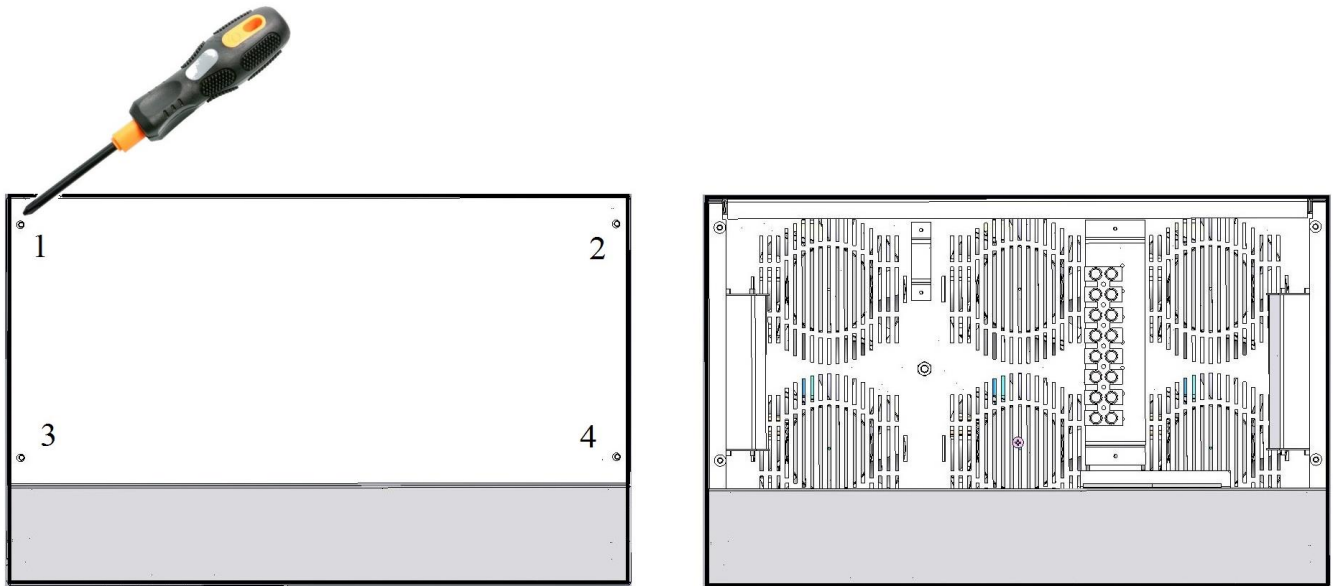
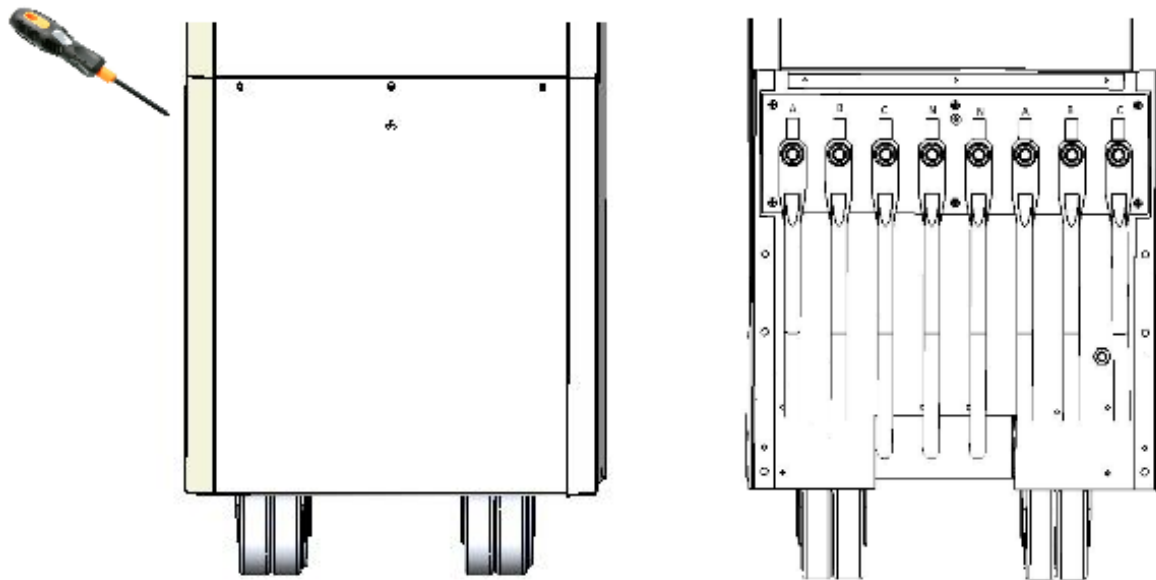

Рисунок 11. Схема зняття захисної кришки зверху корпусу стабілізатора
Рисунок 12. Схема зняття захисної кришки зверху корпусу стабілізатора
2. За допомогою викрутки відкрити гвинти захисної кришки з верхньої частини стабілізатора Герц на 25-80А (див. рис. 11) та нижньої частини стабілізатора Герц-ПРО на 100-160А для доступу до клемної колодці (див. рис. 12).